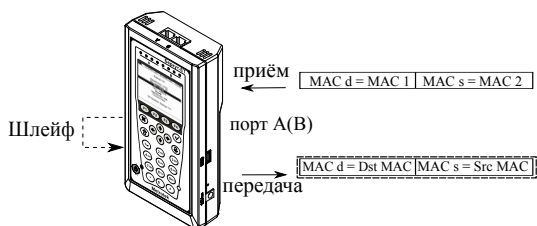

Рис. 7.52. Режим замены «Получ.»
- **Получатель** — замена поля «Destination MAC Address» («MAC-адрес получателя»), см. рис. 7.52;